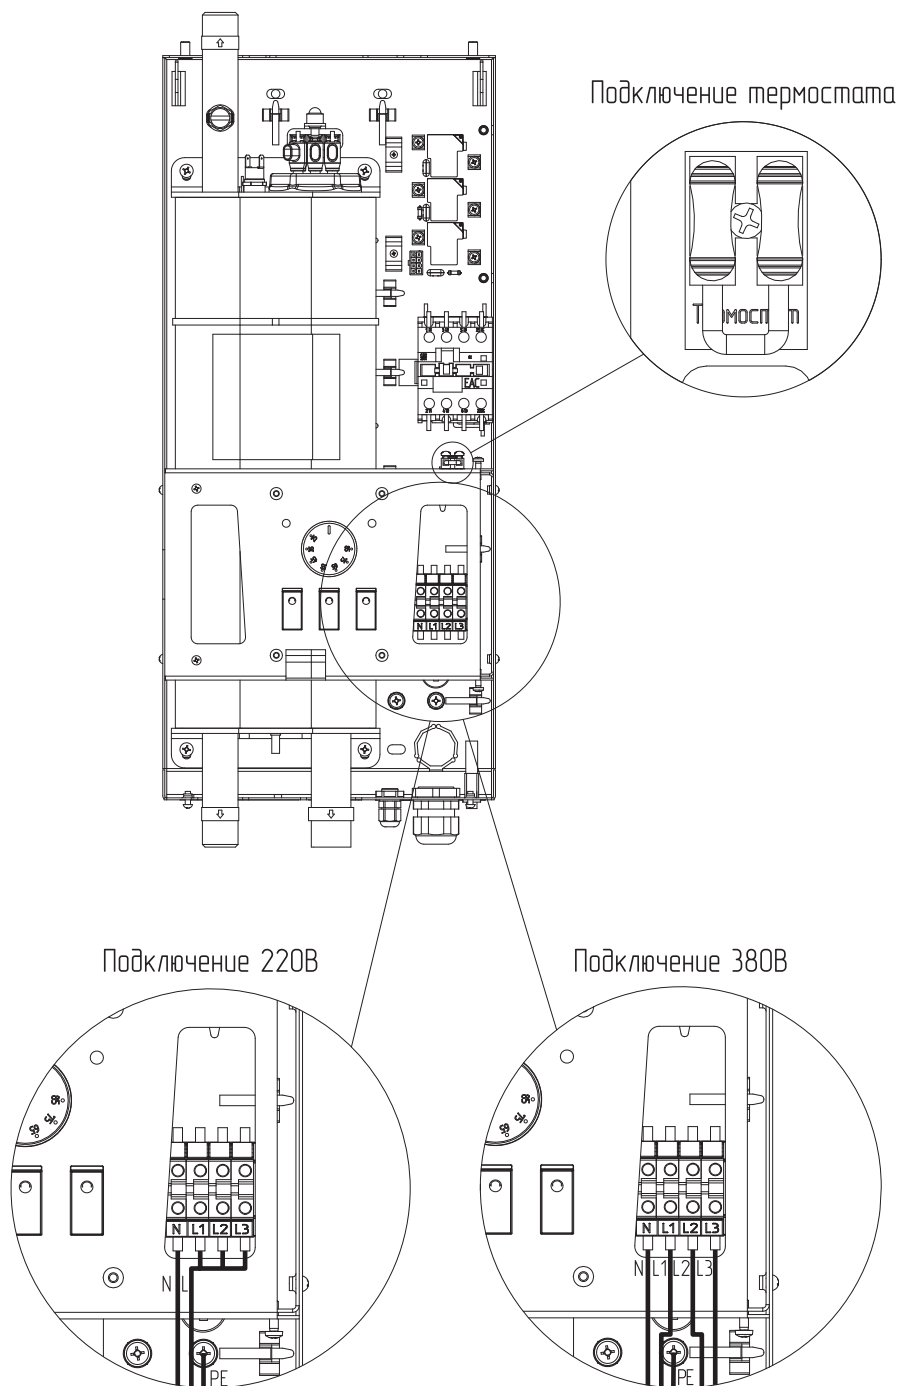

Рис. 10 Схема подключения котла
1. На котле вместо перемычки (**Рис. 10**) подключите выносной релейный термостат (в комплект не входит). При замкнутом контакте выносного термостата котел будет нагревать систему отопления до заданной на котле температуры. Котел отключится при достижении указанной на выносном термостате температуры воздуха или температуре теплоносителя.
- При использовании устройства BAXI Connect+ его контакты управления дополнительным котлом подключите к котлу AMPERA LITE вместо переключки комнатного термостата, как показано на **Рис. 10**. В соответствии с рекомендациями в инструкции BAXI Connect+ проведите настройку в приложении на смартфоне.